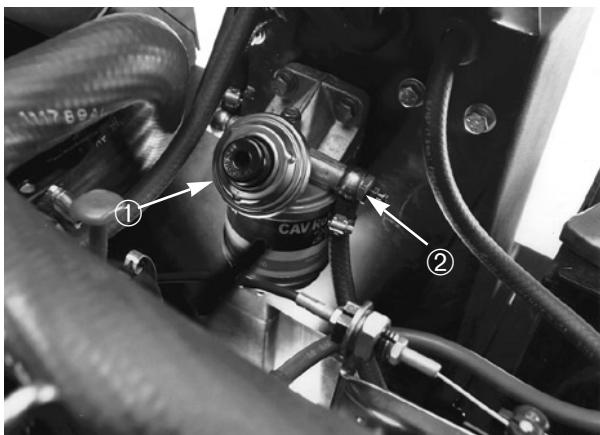

Fig. 14
IL CICCHETTO (Fig. 14 e 15)
3. Allentare di qualche giro la vite di spurgo del filtro carburante/separatore d'acqua (Fig. 14). Pompare lo stantuffo del cicchetto fin quando dal foro della vite di spurgo non esce un getto continuo di carburante. Quando il carburante cessa di fare schiuma serrare la vite di spurgo durante la corsa discendente dello stantuffo del cicchetto. Asciugare il carburante versato.